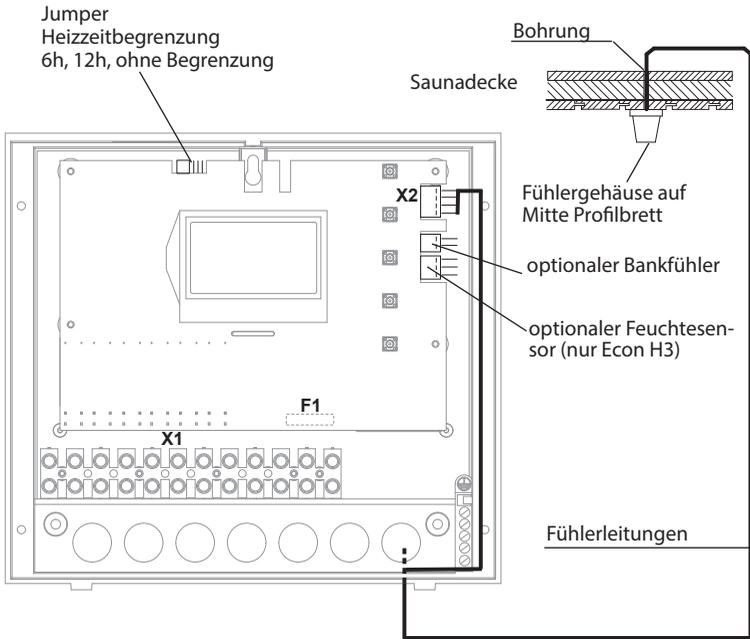
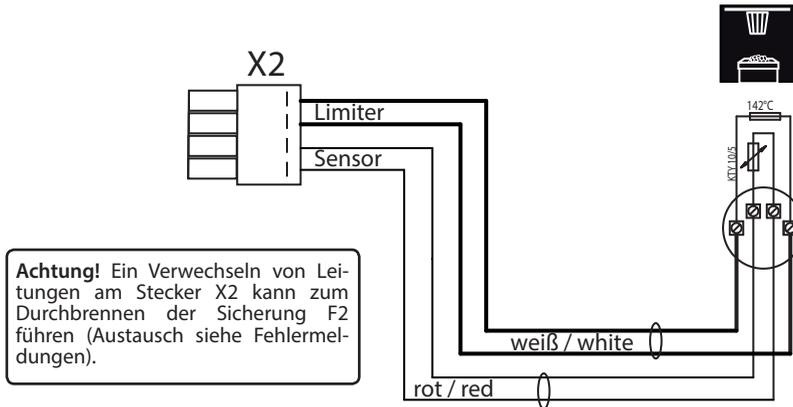

Abb. 11
Abb. 12
5. Föhren Sie die Föhlerleitungen zum Steuergerät und föhren sie durch die rechte Kabeleinföhhrung in das Gerät. Verlegen Sie die Föhlerleitungen innerhalb des Steuergerätes wie in Abb. 11 gezeigt. Schließen sie die Föhlerleitungen gemäß Abb. 12 an. Hierzu wird der Stecker **X2** von der Platine abgezogen und nach dem Anschließen wieder eingesteckt.